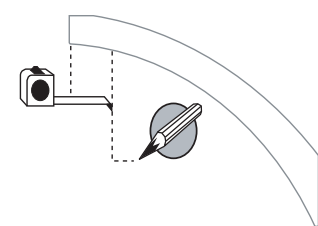

FIG. 5.0
- Mida 3 pulg. hacia atrás desde la parte delantera del lugar marcado de la ménsula en escuadra en el lado de la ménsula en escuadra (Fig. 5.0)